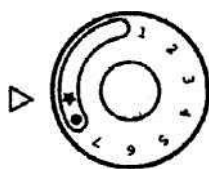

Рисунок 6.
- повернуть ручку управления газового блока в положение «Искра» (рисунок 6).